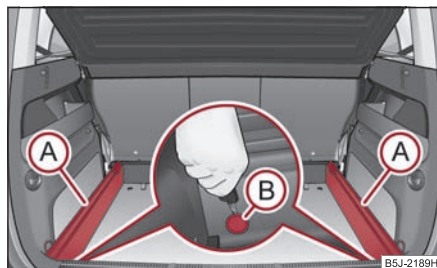

Fig. 84 Portbagajul: desprinderea punctelor de asigurare
- Slăbiți punctul de asigurare (B) al șinelor, cu cheia, resp. cu o șurubelniță plată ⇒ fig. 84.